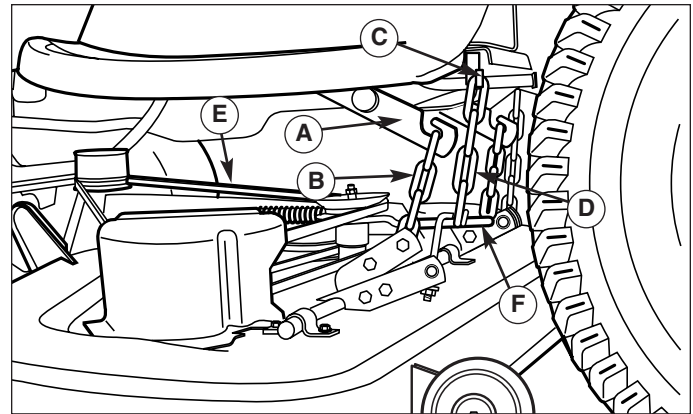
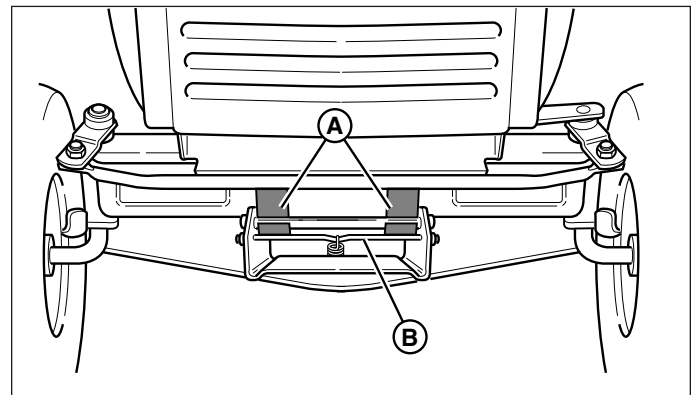

Figure 18. Relevage de tondeuse
Figure 19. Attelage de la tondeuse
4. Déconnecter la crochette extérieure (D, Figure 18) de la patère (C). Refaire la même chose de l'autre côté.
6. Déconnecter la chaîne de levage (A) de la patère (C). Refaire la même chose de l'autre côté.
7. Diriger les roues tout droit. Tirer sur le levier à ressort (B, figure 19) et dégager l'attelage de la tondeuse du support d'attelage du tracteur (A).
2. Mettre la tondeuse en position de coupe la plus basse à l'aide du dispositif de réglage de hauteur de coupe. Glisser la tondeuse sous le côté droit du tracteur de façon à ce que l'attelage de la tondeuse s'aligne sur l'attelage avant du tracteur (A, figure 19).
4. Connecter les chaînes de levage (B, Figure 18) aux crochets de levage du tracteur (A).
6. Connecter les chaînes extérieures (D, Figure 18) à la patère (C).
7. Voir la figure 18. En partant du côté gauche du tracteur, utiliser le bras de tension (D) pour relâcher la tension de la courroie. Installer la courroie (C) sur la poulie de la PDF.